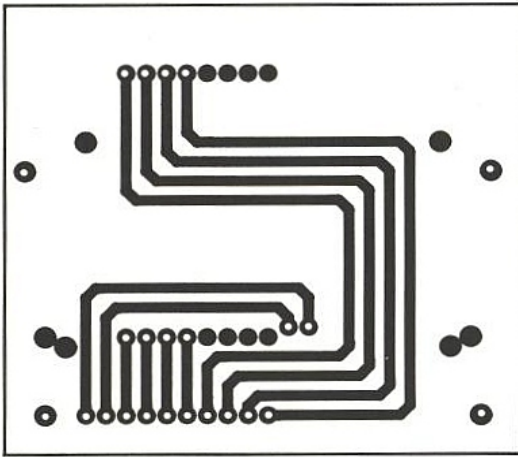

Figure 14
- le connecteur de carte (**figures 14 et 15**)